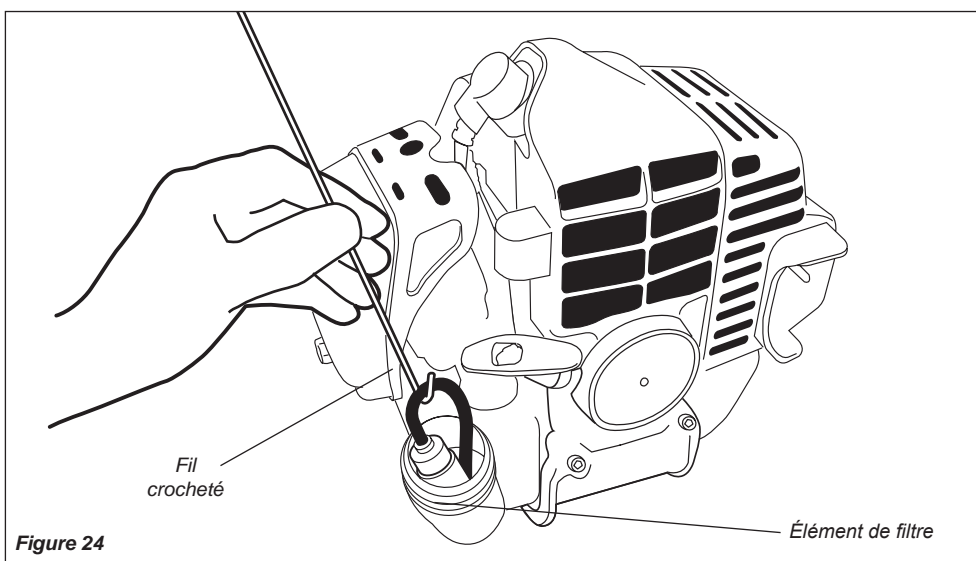

Figure 24
- Utiliser un fil croché pour extraire la crépine de carburant du réservoir à carburant. Voir figure 24.
3. Avec un tournevis à pointe cruciforme, retirer les cinq vis maintenant le pare-étincelles et le couvercle sur le silencieux. Voir figure 24.
5. Avec une clé hexagonale de 4 mm, ôter les trois boulons du silencieux, ainsi que le silencieux. Voir figure 24.